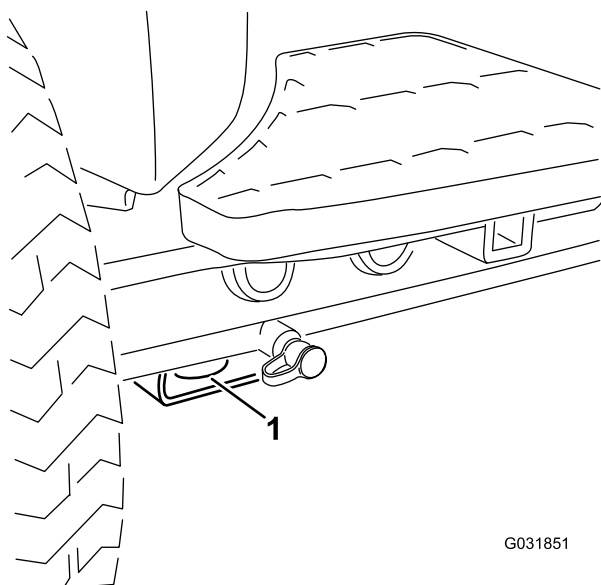

Рисунок 41
- В передней части – используйте отверстие в прямоугольной подкладке под трубой моста внутри каждого переднего колеса (**Рисунок 41**).